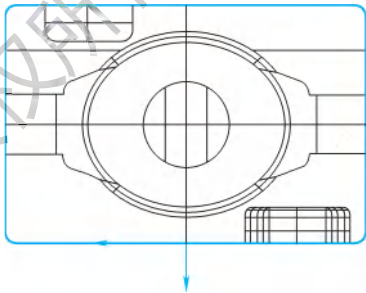

图 4-4 选择加工边界
1) 选择【刀路】/【平面铣】命令，系统弹出【串连线框】对话框，选中【俯视图】单选按钮，在绘图区选取大矩形，如图 4-4 所示，单击【确定】按钮。